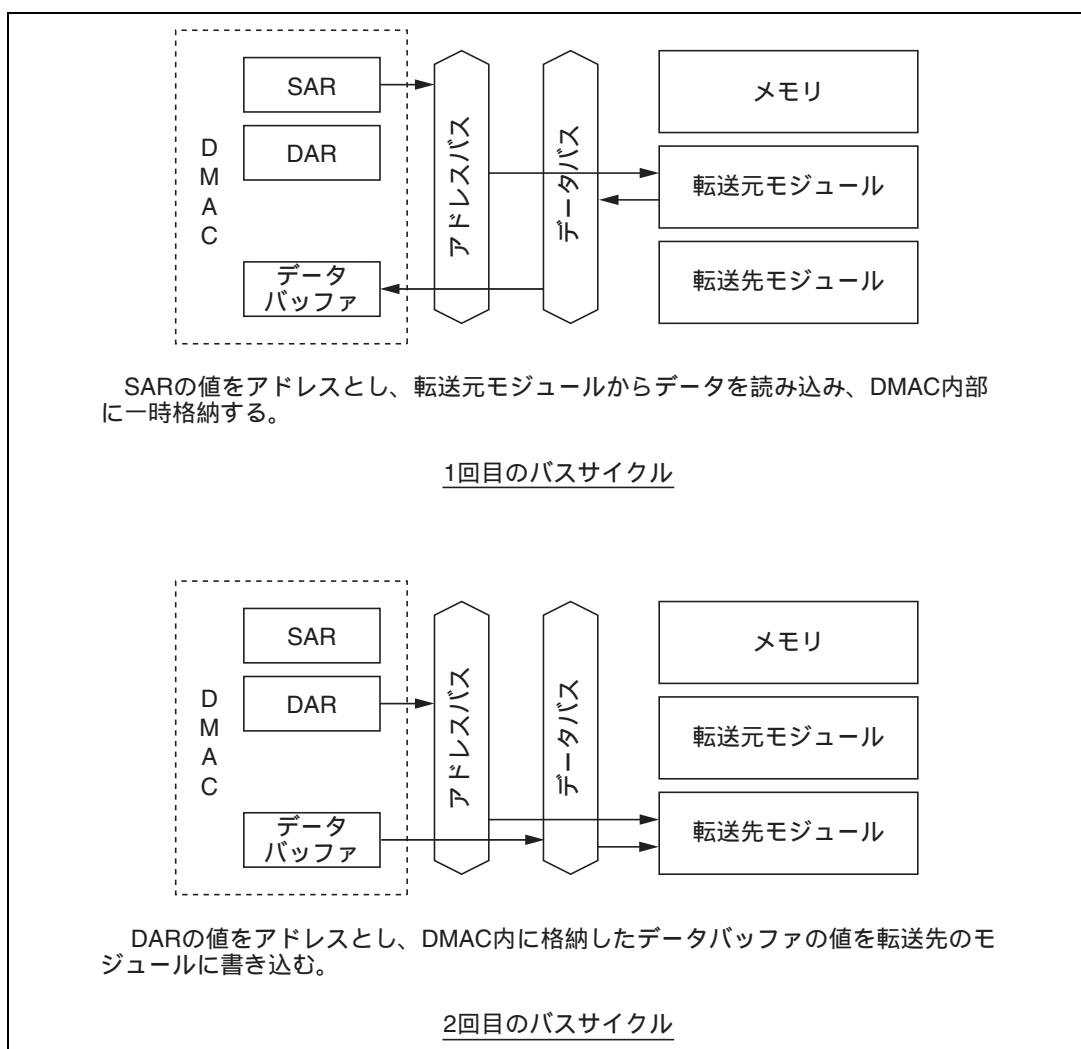
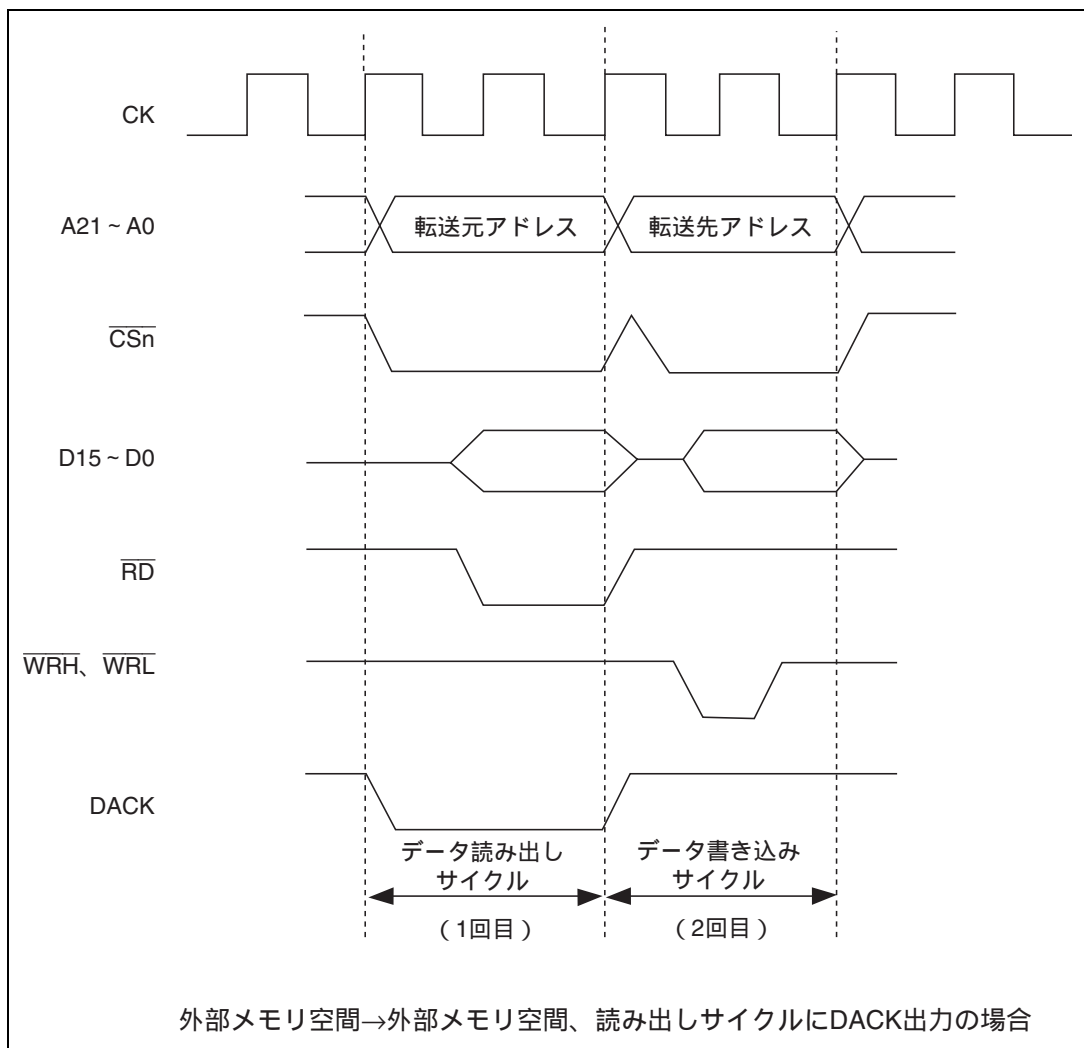

図 9.5 デュアルアドレスモードの動作説明
図 9.6 デュアルアドレスモードでのデータの流れ
- デュアルアドレスモードではデータ読み出しサイクルで転送元からデータを読み出し、データ書き込みサイクルで転送先にデータを書き込むため、2つのバスサイクルで転送を行います。このとき転送データは一時的にDMACに格納されます。図9.5のような外部メモリ同士の転送では、読み出しサイクルで一方の外部メモリからデータがDMACに読み出され、続く書き込みサイクルでそのデータがもう一方の外部メモリに書き込まれます。また図9.6にこの場合のタイミング例を示します。